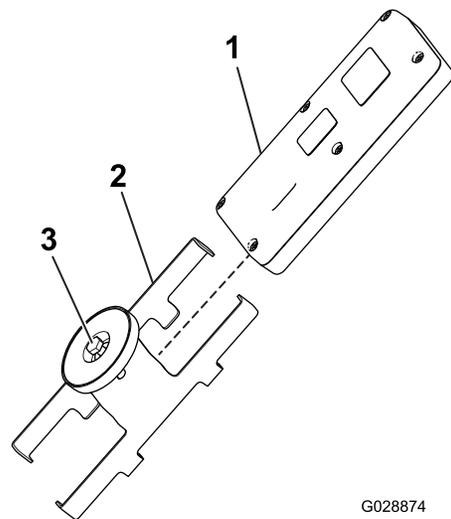

图19
5. 将手持遥控器装入磁性遥控器支架将两半滑到一起然后拧紧磁体内的螺栓图19。